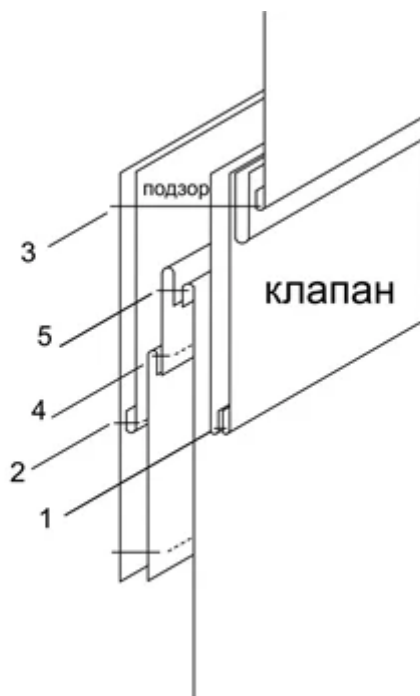

Рисунок 3
23. Разрезать вход в карман. Со стороны долевика, посередине между строчками, начиная от середины кармана в обе стороны, не доходя до боковых намеченных линий 1–1,5 см, рассекая на уголки, не доходя до ниток строчек 0,15 см (рис. 3).